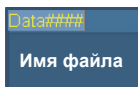

Рис. 3-1 Кнопка имени файла
1. Выберите **Файл > Настройки данных > Имя файла** и введите шаблон имени файла перед знаками #### (см. Рис. 3-1 на стр. 84).